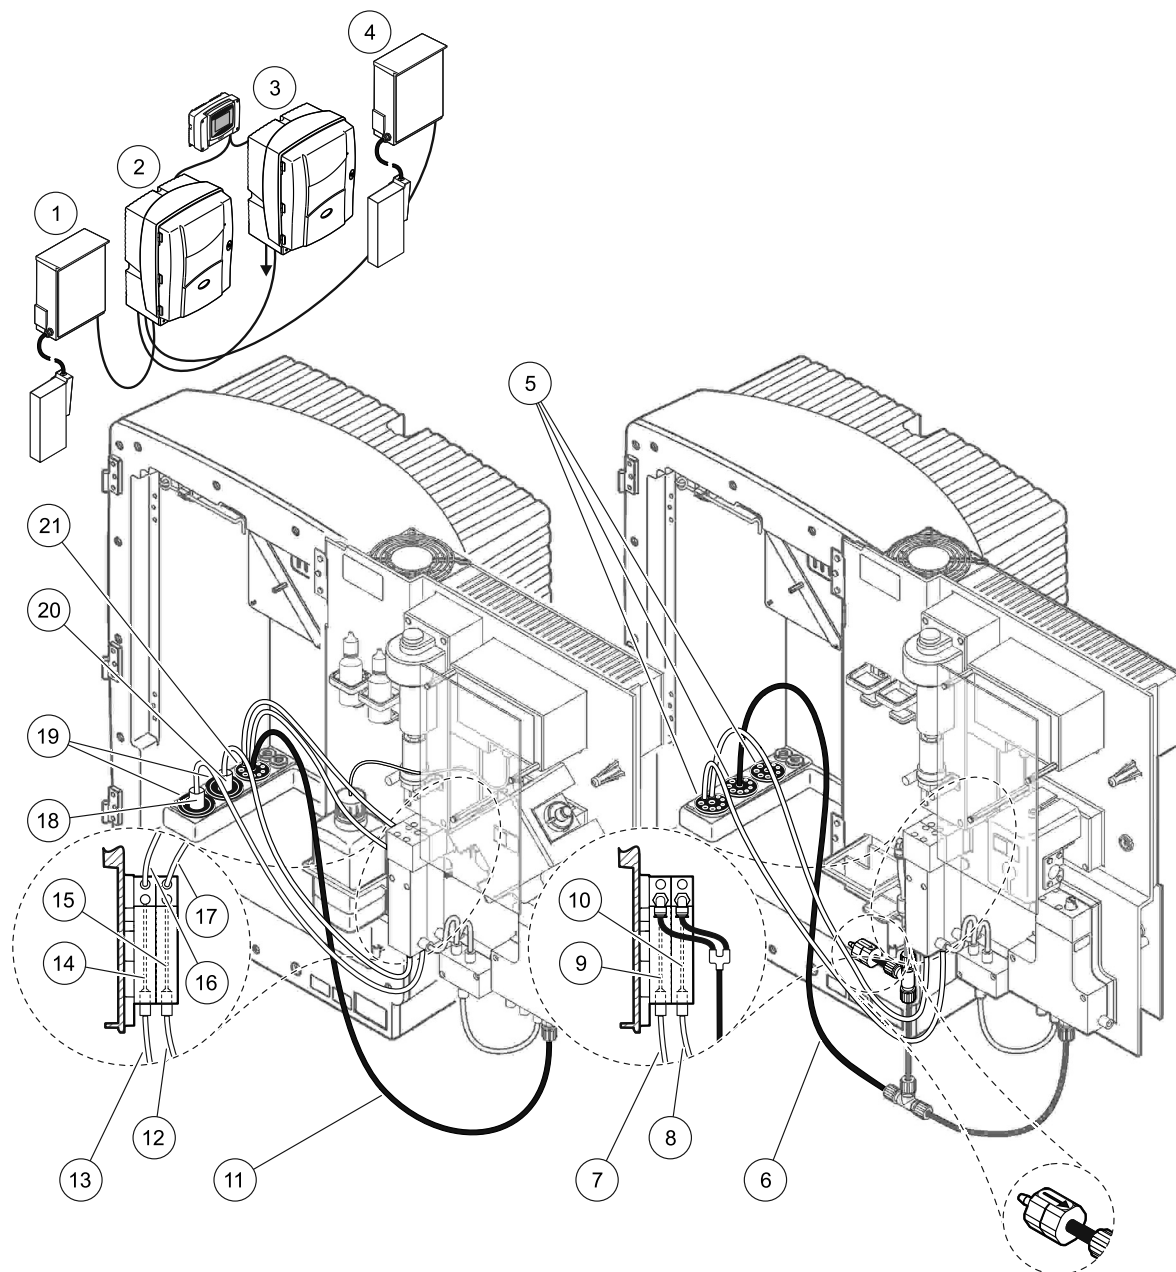

Figure 39 Configuration d'option 9b
Voir Figure 39 à la page 106 et les instructions ci-dessous pour l'option 6:
- a. Faites passer le tuyau chauffé du FILTRAX 1 par l'analyseur (Figure 39 à la page 106, élément 18). Utilisez le bouchon d'obturation No. 1 pour fixer le tout.